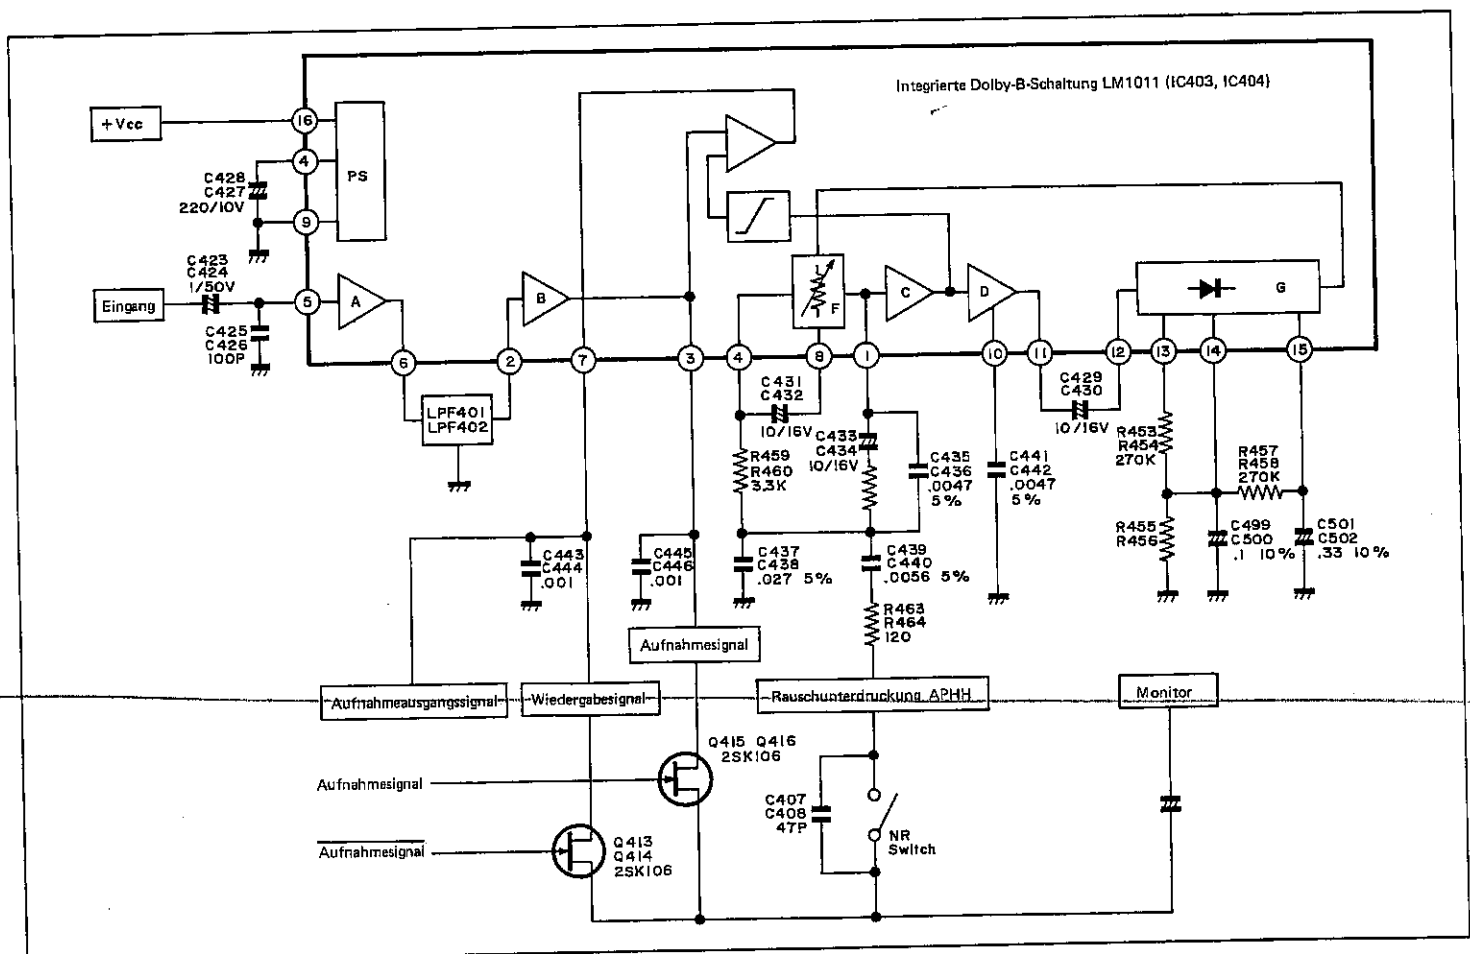
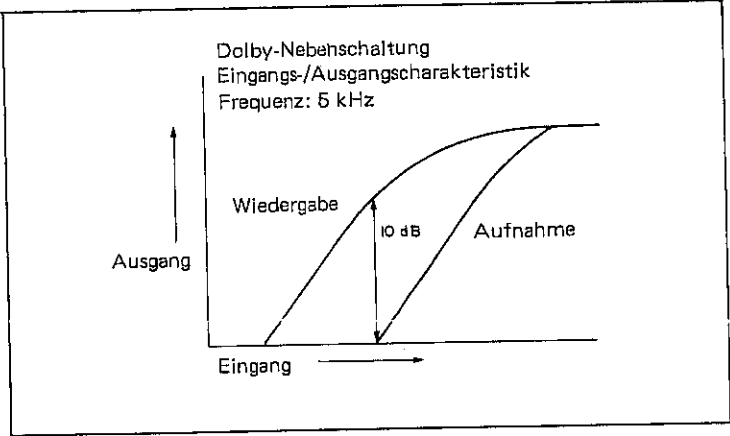

Abbildung 11-2
Abbildung 12-1
Der Dolby-Summierer (E) dient jedoch nur zur Umpolung und hat den Verstärkungsgrad 1. Die Dolby-Nebenschaltung (F, C, D, G) ist ein schnellansprechender Begrenzerkreis für hohe und mittlere Frequenzen. Abbildung 12-1 zeigt die Eingangs-/Ausgangscharakteristik der
Die in der Abbildung 11-2 gezeigte Hochpaßcharakteristik von 6 dB/Oktave wird durch die Gesamtimpedanz von C439 (C440), C437 (C438), C435 (C436), R463 (R464), R459 (R460) und R461 (R462) bewirkt. Für die Dämpfung werden die Filterimpedanzen zueinander addiert. Weil die Gleichspannung im Verhältnis zum Eingangspegel zum Dämpfungsglied (F) zurückgeführt wird, wird die in Abbildung 12-1 gezeigte Eingangs-/Ausgangscharakteristik erhalten.